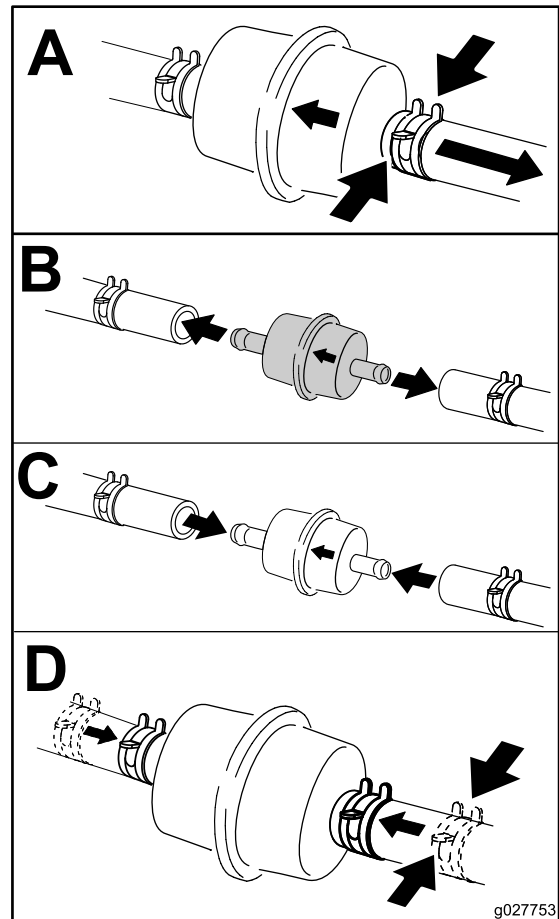

Figure 28
3. Remplacez le filtre à carburant comme montré à la Figure 28.